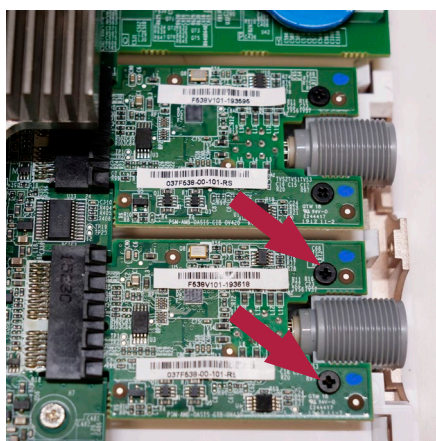

Figura 16 Retirada de los tornillos de la placa VDI que se va a sustituir
- a) Utilice el destornillador para aflojar los dos tornillos negros que sujetan la placa VDI (véase la Figura 16)
- e) **Coloque y apriete los dos tornillos negros (par de apriete máx. 0,2 Nm) que fijan la placa VDI en su posición (véase la Figura 16)**